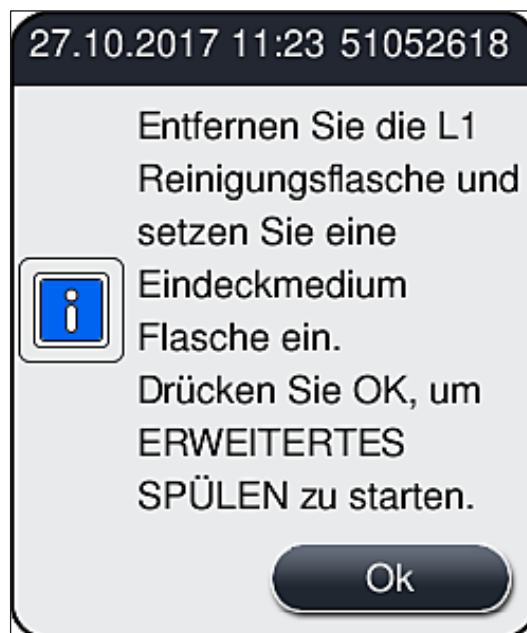

Abb. 105
- » Anschließend wird der Benutzer aufgefordert, die Reinigungsflasche aus dem Gerät zu nehmen und eine neue Flasche mit Eindeckmedium einzusetzen. Nach dem Einsetzen die Meldung (→ Abb. 105) mit **Ok** bestätigen. Der Inhalt der Reinigungsflasche ist gemäß den Laborvorschriften zu entsorgen.